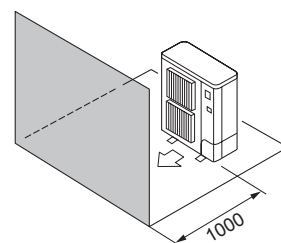

Fig. 2-9
- ④ Csak elől vannak akadályok (Fig. 2-9)